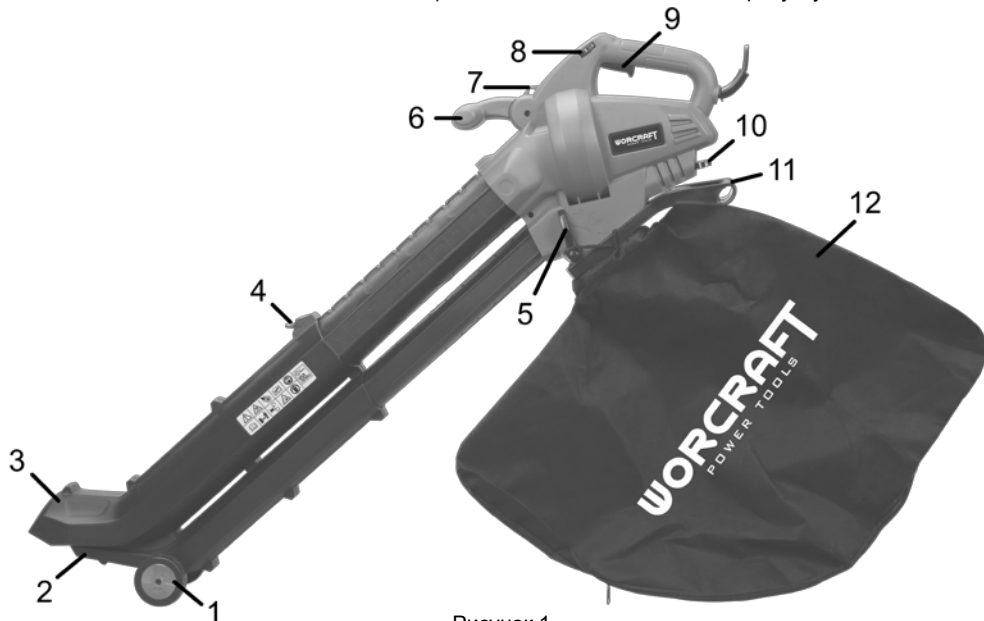
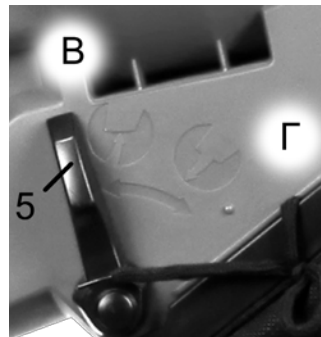

Рисунок 1
Рисунок 4
2.3.2 Виріб має два режими (всмоктування або вдування). В залежності від виконуваних робіт, вибір режиму здійснюється перемиканням важеля перемикача (5).
**⚠ УВАГА! Зміну режиму роботи пристрою перемикачем всмоктування/вдування (5, рисунок 1) необхідно виконувати тільки з вимкненим двигуном.**
- регульовану передню допоміжну рукоятку (6);
- регулятор швидкості обертання двигуна (8);
- натисніть кнопку фіксатора (4, рисунок 1) та утримуйте її;
- відкрийте замок гачка на наплічному ремені та протягніть його через петлю в передній частині основної рукоятки (7), потім відпустіть замок;
3.4 Налаштуйте положення допоміжної рукоятки (6, рисунок 1) для найзручнішого використання пристрою при роботі, перемістивши рукоятку під бажаним кутом.
3.5 Витягніть пластину фіксації шнура подовжувача (10, рисунок 1) із задньої нижньої частини пристрою. Закріпіть шнур подовжувача на пластині, протягнувши петлю шнура відповідним чином. Перевірте надійність фіксації шнура подовжувача на пластині, потягнувши шнур. Вставте вилку пристрою в розетку подовжувача.
**Всмоктування:** у цьому режимі здійснюється всмоктування листя у всмоктувальну трубу (2, рисунок 1), після чого надходять у мішок-пилосбірник в подрібненому вигляді. Для встановлення режиму «Всмоктування» перемістіть важіль перемикача режимів роботи (5, рисунок 1) до упору в положення «В» (дивіться рисунок 4).
**Видування:** у цьому режимі відбувається здування листя, сміття тощо за допомогою повітря, яке видувається з сопла видувної труби (3, рисунок 1). При цьому здійснюється очищення території від сміття, а також збір опалого листя в акуратні купки. Для встановлення режиму «Видування» перемістіть важіль перемикача режимів роботи до упору в положення «Г» (дивіться рисунок 4).
Швидкість повітряного потоку регулюється шляхом обертання коліщатка регулятора (8, рисунок 1) в межах 6 позицій. Мінімальна швидкість повітряного потоку відповідає цифрі «1», максимальна – цифрі «6».
Щоб увімкнути пристрій, під'єднайте вилку подовжувача до джерела електричного живлення і натисніть на пускову кнопку (9, рисунок 1). Щоб вимкнути пристрій, відпустіть пускову кнопку.